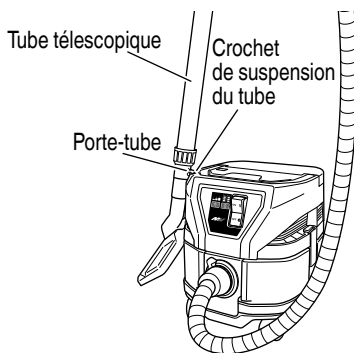

Fig. 25
(4) **Rangement de l'appareil pendant les pauses (Fig. 25)**